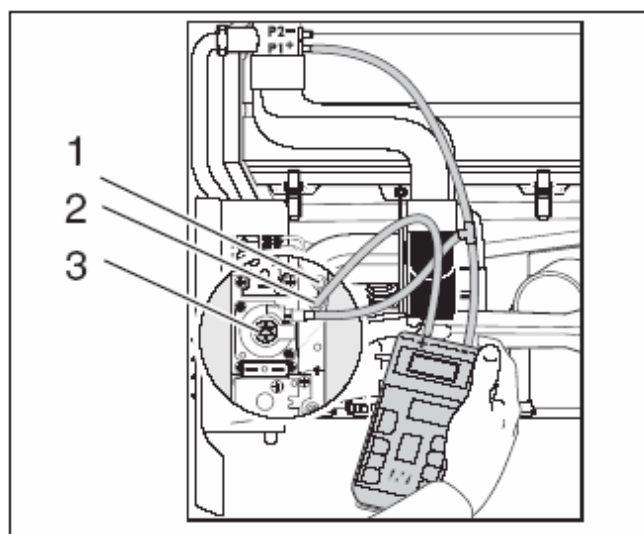
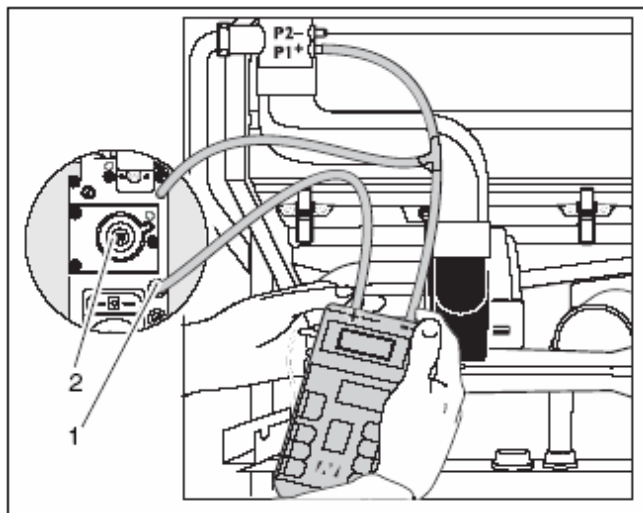

Рис. 28 Проверка и настройка соотношения газ-воздух (арматура Honeywell)
Рис. 29 Проверка и настройка соотношения газ-воздух (арматура SIT)
- Стянуть нижний шланг с газо-воздушного сопла и вставить в разрыв шланг с тройником (рис. 28 или рис. 29).
- Вывернуть винт на ниппеле для измерения давления горелки в арматуре Honeywell (рис. 28, поз. 2) на два оборота, в арматуре SIT (рис. 29, поз. 1) – полностью.
- Вывернуть винт на ниппеле для измерения давления (рис. 28, поз. 1) на два оборота, в арматуре SIT (рис. 29, поз. 1) – полностью.
- Plusовое присоединение измерительного устройства соединить шлангом с ниппелем для измерения давления горелки (рис. 28, поз. 2 или рис. 29, поз. 1).
- При отклонении соотношения газ-воздух от указанных величин подстроить его регулировочным винтом (рис. 28, поз. 3 или рис. 29, поз. 2).
- Измерить и записать содержание CO₂. Содержание CO₂ при частичной нагрузке должно быть на 0,7 % ниже, чем при полной нагрузке. Если результат измерения слишком высок или слишком низок, настроить соотношение газ-воздух при частичной нагрузке регулировочным винтом арматуры газовой горелки (рис. 28, поз. 3 или рис. 29, поз. 2).